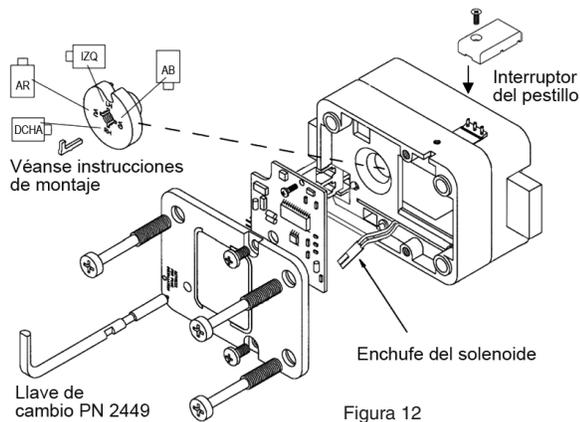

Figura 12
2. Monte la cerradura con los tres tornillos US 1/4-20. El par recomendado para apretar los tornillos de la cerradura de pestillo oscilante es 30 libras x pulgada (3,4 N•m) (figura 12).
3. Retire los dos tornillos de la tapa trasera del conjunto de la cerradura y retire dicha tapa (figura 12).
4. Desenchufe cuidadosamente el conector del solenoide de la tarjeta del sistema. Si corresponde, desenchufe el conector del interruptor del pestillo de la tarjeta del sistema (figura 12).
5. Quite el tornillo de montaje de la tarjeta del sistema y levante ésta cuidadosamente para sacarla de la caja (figura 12).